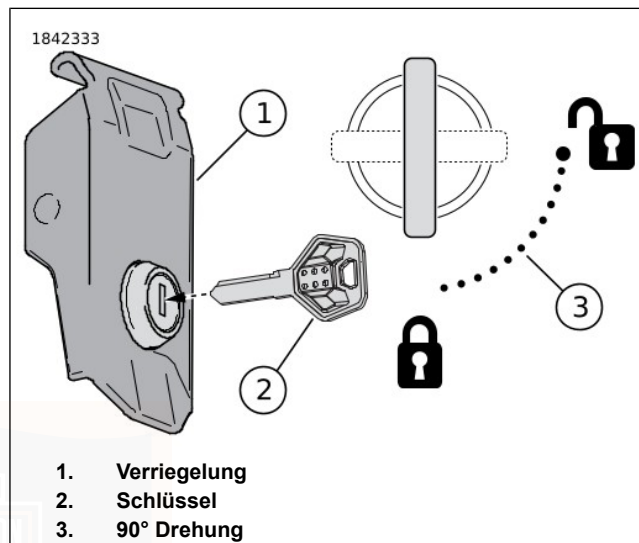
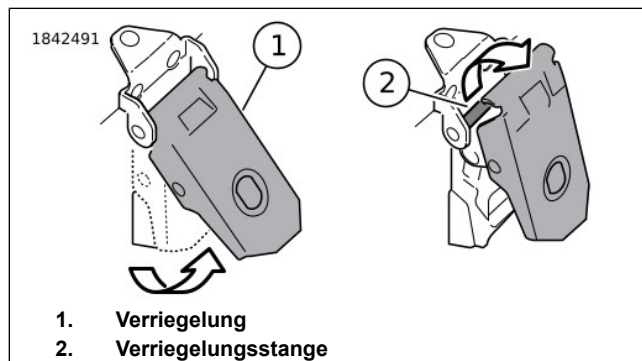
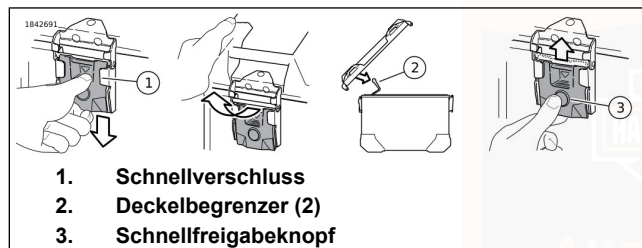
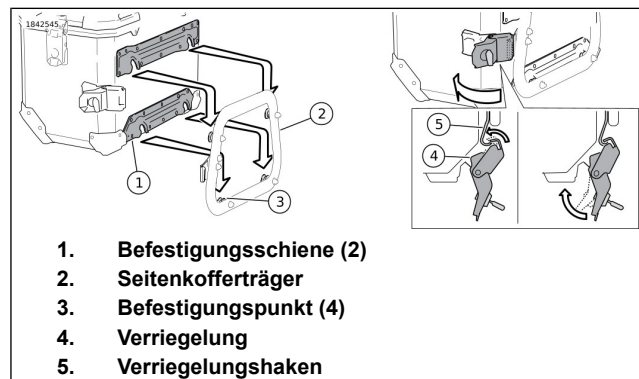

Abbildung 57. Funktionsweise des Gepäckschlosses
Abbildung 58. Funktionsweise der Kofferverriegelung
Abbildung 59. Seitenkofferdeckel
Abbildung 60. Anbau Seitenkoffer
1. Siehe Abbildung 57. Den Schlüssel in das Deckelschloss stecken und ihn in die Entsperrposition drehen.
2. Siehe Abbildung 58. Die Verriegelung (1) anheben.
3. Die Verriegelung über die Verriegelungsstange (2) heben.
- a. Siehe Abbildung 59. Die Deckelbegrenzer (2) vom Deckel lösen.
- b. Den Schnellverschluss (1) nach unten drücken, bis er einrastet und der Knopf herauspringt.
- a. Siehe Abbildung 59. Den Deckel in Einbaustellung bringen.
- b. Den Schnellfreigabeknopf (3) drücken.
- c. Die Deckelbegrenzer (2) anbringen.
3. Siehe Abbildung 58. Die Verriegelung über die Verriegelungsstange (2) heben.
5. Siehe Abbildung 57. Den Schlüssel in das Deckelschloss stecken und ihn in die verriegelte Position drehen.
1. Siehe Abbildung 57. Den Schlüssel in das Schloss der Halterung stecken und ihn in die Entsperrposition drehen.
2. Siehe Abbildung 60. Die Verriegelung (4) öffnen.
3. Die Verriegelung (4) vom Verriegelungshaken (5) weg positionieren.
4. Den Aluminiumkoffer anheben, um ihn von den Befestigungspunkten (3) zu entfernen.
1. Siehe Abbildung 60. Die vier Öffnungen der Montageschienen (1) an den Befestigungspunkten (3) anbringen. Den Aluminiumkoffer leicht nach unten drücken, bis er richtig auf dem Seitenkoffer-Befestigungsträger (2) aufliegt.
2. Die Verriegelung (4) über dem Verriegelungshaken (5) positionieren.
3. Die Verriegelung (4) schließen und den korrekten Sitz des Aluminiumkoffers auf dem Seitenkofferträger (2) überprüfen.
4. Siehe Abbildung 57. Den Schlüssel in das Schloss der Halterung stecken und ihn in die verriegelte Position drehen.
2. Siehe Abbildung 58. Die Verriegelung über die Verriegelungsstange (2) heben.
3. Die Verriegelung (1) in die geschlossene Position absenken.
4. Siehe Abbildung 57. Den Schlüssel in das Deckelschloss stecken und ihn in die verriegelte Position drehen.
3. Die Verriegelung (3) über dem Verriegelungshaken (4) positionieren.
4. Die Verriegelung (3) schließen und sicherstellen, dass das Top Case an der Adapterplatte befestigt ist.
5. Siehe Abbildung 57. Den Schlüssel in das Schloss der Halterung stecken und ihn in die verriegelte Position drehen.